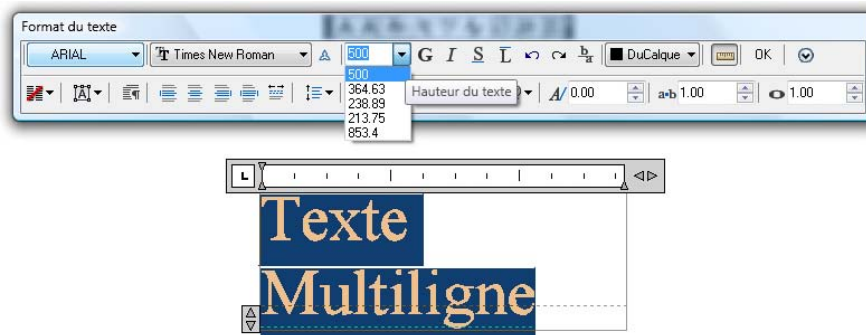

Figure 5.17
5. Vous avez, bien sûr, la possibilité de paramétrer la hauteur du texte (voir Figure 5.17).